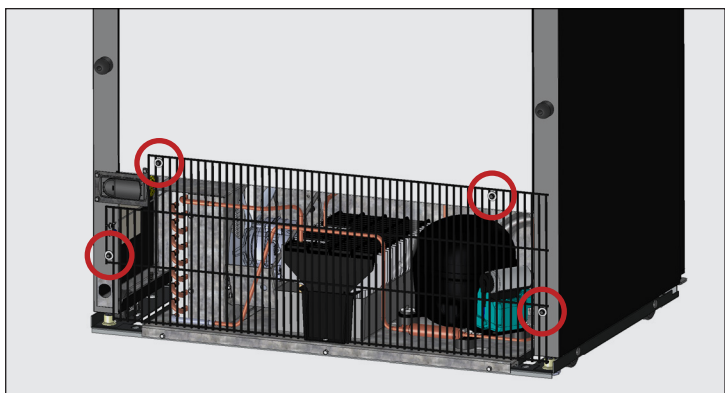

Рис. 1. Пример расположения винтов задней решетки. Зависит от модели.
2. Снимите с устройства заднюю решетку. См. рис. 1.